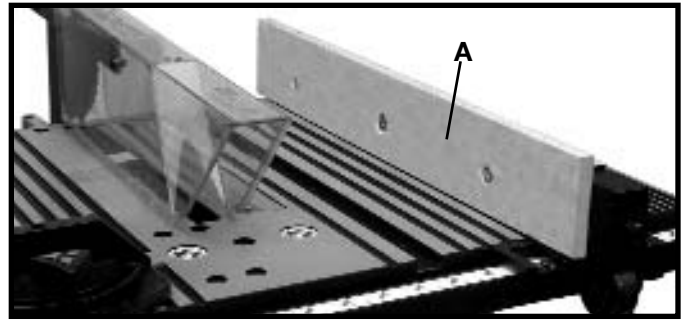

Fig. 43A
En algunas operaciones especiales se necesitan refrentados de madera (A), Fig. 43A, a un lado o a ambos lados del tope-guía para cortar al hilo. El refrentado de madera se sujeta al tope-guía con tornillos a través de los agujeros del tope-guía. La mayoría de los trabajos requerirán un material de 3/4", aunque algún trabajo ocasional podría requerir un refrentado de 1".